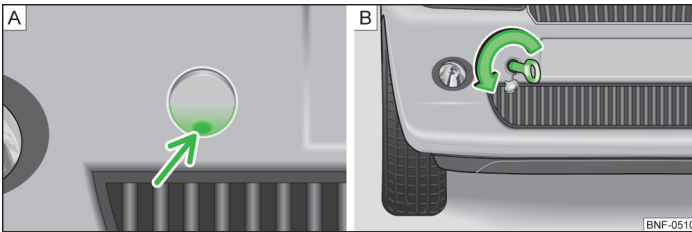

Fig. 123 Bara de protecție față: Capacul / montarea cârligului de tractare
- Apăsăți în partea de jos a capacului (săgeată) » fig. 123 - [A], pentru a slăbi blocarea capacului.
- Înșurubați manual cârligul de tractare, în sensul săgeții, până la limită » fig. 123 - [B]. Pentru strângere cârligului, vă recomandăm să folosiți de exemplu cheia de roți, cârligul de ancorare al unui alt autovehicul sau un alt obiect asemănător, pe care să îl puteți introduce prin cârlig.